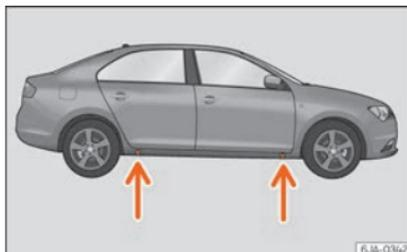

Fig. 64 Cambio di una ruota: punti di appoggio per il cric.
• Individuare nel longherone il punto di appoggio del cric [zona avvallata] più vicino alla ruota da sostituire »» fig. 64.